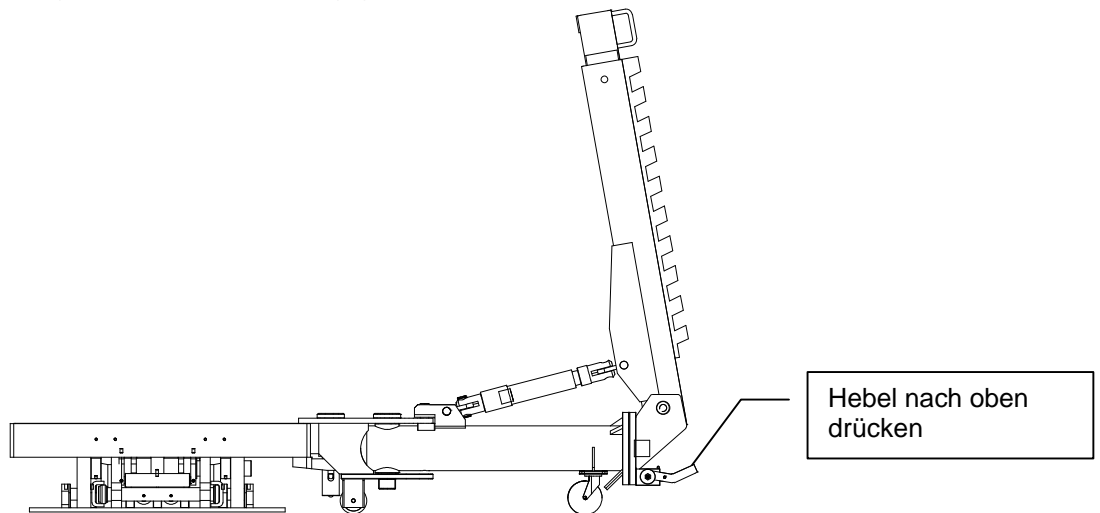

Abbildung 22
- Der Zugwinkel kann durch Ziehen des Blockierzapfens mit dem Hebel in Abb. 22 in die gewünschte Stellung gebracht werden.